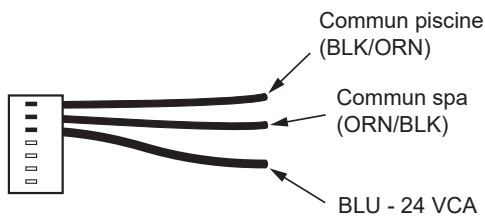

Figure 30. Harnais de câble à 7 broches pour thermostat externe
Les modules numériques P-156 peuvent être raccordés à un thermostat externe. Les modules analogues P-106 ne peuvent commander un thermostat externe. Il est équipé d'un connecteur à 7 broches dont l'un des câbles peut alimenter un interrupteur externe ou l'interrupteur intégré du thermostat externe, voir **Figure 30**. Il s'agit d'un simple circuit de commande en série qui peut être ouvert ou fermé. Le thermostat externe ne doit pas envoyer de tension à l'appareil, il doit seulement effectuer la fonction de commutation marche/arrêt. Les thermostats externes qui envoient une tension à l'appareil ne sont pas compatibles car cela risque d'endommager la carte électronique de l'appareil.
5. Depuis le harnais de câble à 3 fils pour thermostat externe, connectez le fil BLEU d'un côté de l'interrupteur "REMOTE" et connectez l'autre côté de l'interrupteur au fil ORANGE/NOIR dans le cas d'un SPA ou au fil NOIR/ORANGE pour une piscine, voir **Figure 30**.
5. Depuis le harnais de câble à 3 fils pour thermostat externe, connectez le fil BLEU d'un côté de l'interrupteur "REMOTE" et connectez l'autre côté de l'interrupteur au fil ORANGE/NOIR dans le cas d'un SPA ou au fil NOIR/ORANGE pour une piscine. voir **Figure 30**.